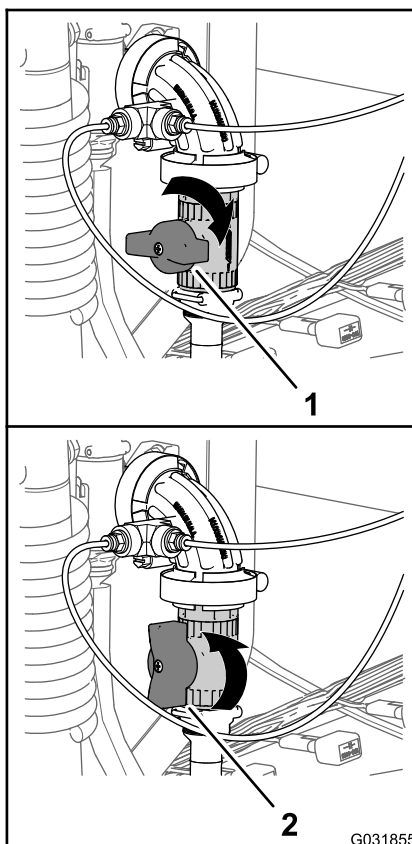

Figura 246
3. Gire el asa verde de la válvula de cierre 90 grados en sentido contrario a las agujas del reloj hasta la posición de ABIERTA (Figura 246).
Nota: Para cerrar el flujo de líquido a la lanza de fumigación manual del carrete de la manguera, gire el asa verde de la válvula de cierre 90 grados en el sentido de las agujas del reloj hasta la posición de CERRADA (Figura 246).